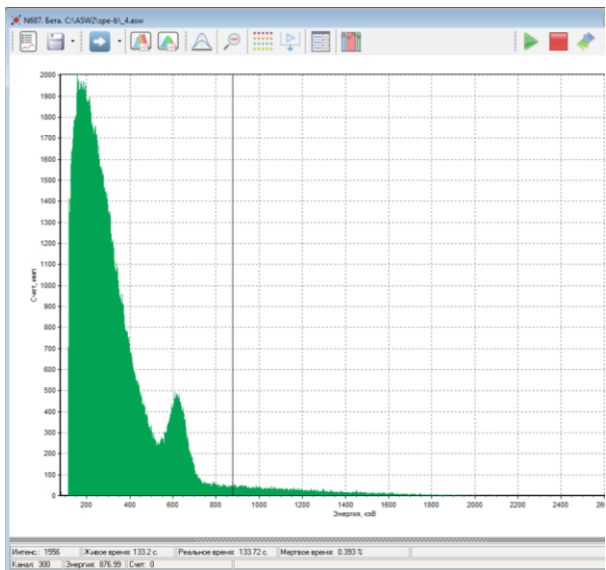

Рисунок 12. Спектр контрольного источника, набранный в ходе настройки усиления детектора и настройки энергетической калибровки.
- В ходе выполнения этой процедуры программа проводит: 1) настройку усиления детектора, 2) настройку энергетической калибровки, 3) контроль фона и 4) контроль чувствительности детектора. В ходе выполнения первых двух этапов на экран выводится спектр контрольного источника (рисунок 12).
- В ходе выполнения этой процедуры программа проводит: 1) настройку энергетической калибровки и 2) контроль чувствительности детектора. В ходе выполнения на экран выводится спектр контрольного источника (рисунок 12).